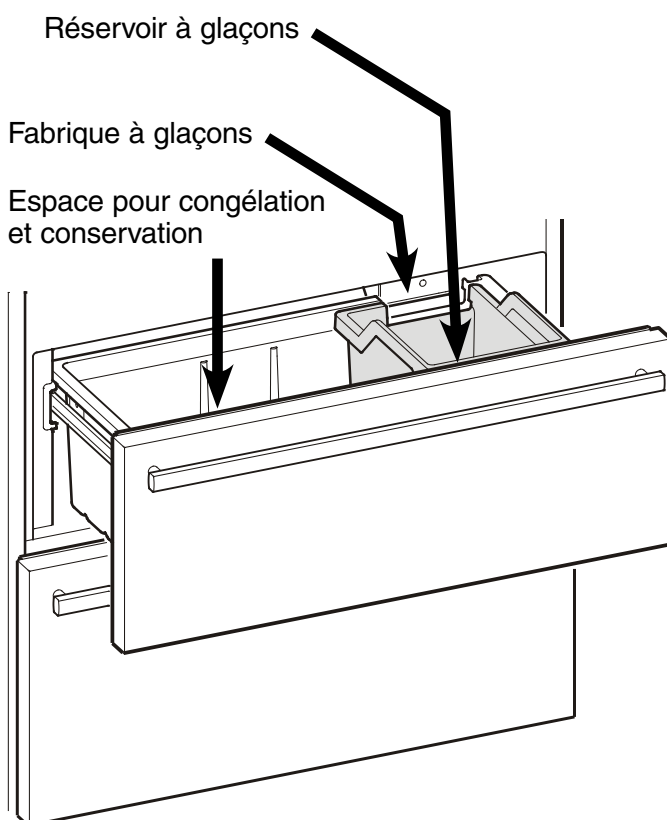

Figure 20
Description du compartiment congélateur - Figure 20
- La fabrique à glaçons ne peut fabriquer des glaçons que si le tiroir supérieur du compartiment congélateur est complètement fermé et le réservoir à glaçons correctement installé (**Figure 20**).
- Pour finir, nettoyer le réservoir à glaçons (**Figure 20**).
Les glaçons tombent de la fabrique à glaçons dans le réservoir à glaçons (**Figure 20**). A partir d'une certaine quantité, la production de glaçons s'arrête automatiquement. La fabrique à glaçons ne remplit pas entièrement le réservoir.
S'assurer que le tiroir supérieur du congélateur est complètement fermé et que le réservoir à glaçons est installé correctement (**Figure 20**).